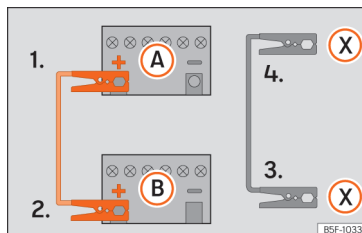

Abb. 161 Anschlusschema für Fahrzeuge mit Start-Stopp-System.
Starthilfekabel nur in folgender Reihenfolge an-klemmen 1 > 2 > 3 > 4 »» (Abb. 161).
Fahrzeuge mit Start-Stopp-System: Klemmen Sie ein Ende des schwarzen Starthilfekabels (X) an einen geeigneten Massean-schluss, ein massives, fest mit dem Motor-block verschraubtes Metallteil oder an den Motorblock selbst »» (Abb. 161).
5. Klemmen Sie das andere Ende des schwarzen Starthilfekabels (X) im Fahrzeug mit der entladenen Batterie an ein mit dem Motorblock verschraubtes, massives Metallteil oder an den Motorblock selbst, aber so weit wie möglich von der Batterie A entfernt an.